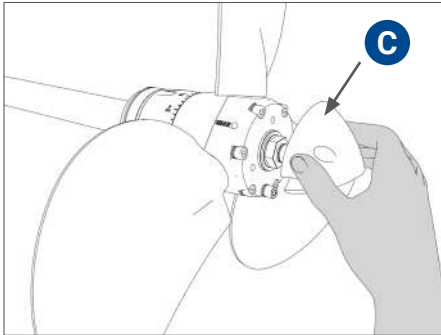

FIG. 18 | Placer l'anode "C"
- Placer l'anode **C** et la fixer à l'aide des 3 vis spéciales en inox **D** (Fig. 18 - 19 - 20).